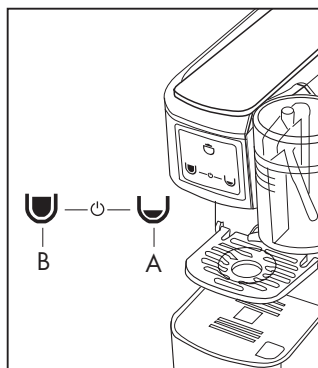

Fig. 7
La máquina está equipada con un sistema que le permite pasar a condiciones de consumo de energía reducido después de un cierto periodo de encendido sin ser utilizada. Si la máquina queda encendida y no se utiliza, se activa la función ahorro de energía y una tecla en el panel de mandos (2) parpadea de manera intermitente. Para reiniciar la máquina pulse una tecla (A o B) y esperar el calentamiento (Fig. 7).